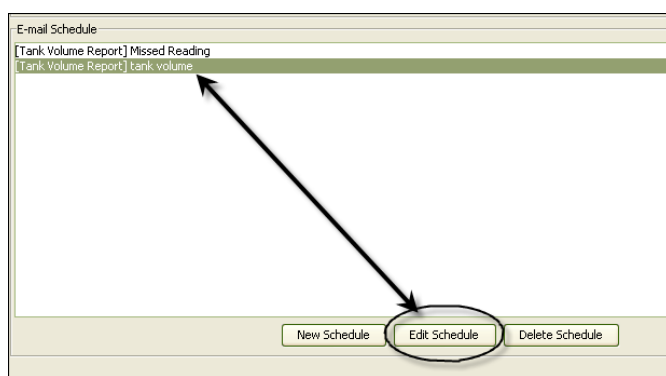

FIG. 145
1. Sélectionnez l'évènement de courrier électronique que vous souhaitez modifier puis cliquez sur le bouton "Edit Schedule" (Modifier une planification) illustré dans la FIG. 145.